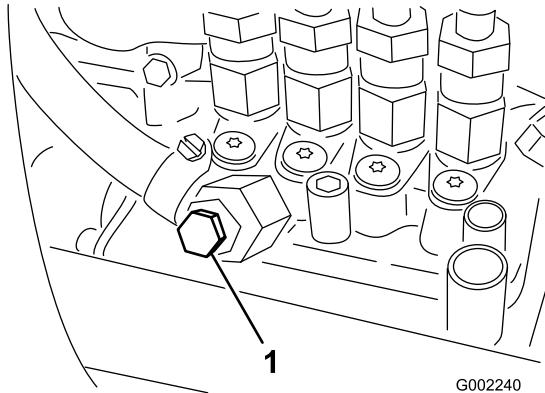

Figura 44
7. Desaperte o parafuso de drenagem que se encontra na bomba de injecção de combustível (Figura 44).